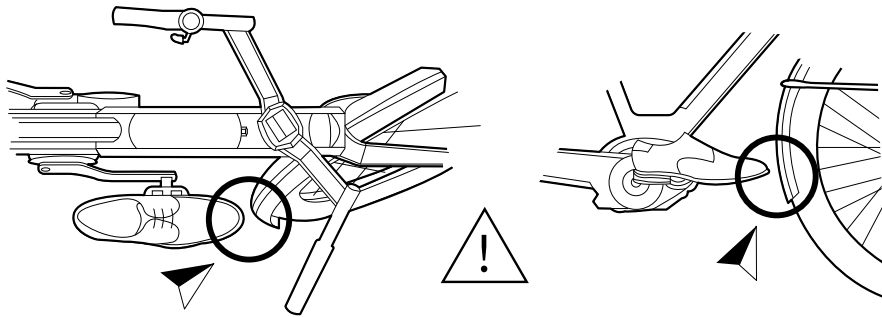

Figura 2. Rischio di contatto tra piede e ruota anteriore
- Su alcune biciclette, soprattutto le misure più piccole, il passo è più breve e la ruota anteriore è vicina ai pedali. Di conseguenza sussiste il rischio di toccare con il piede la ruota o il parafango quando si pedala, soprattutto a basse velocità (Figura 2). Non pedalare quando si ruota il manubrio a bassa velocità. Il livello di rischio dipende dalle dimensioni del piede, dalla misura delle pedivelle, dei pedali e persino dallo pneumatico. Qualsiasi modifica dei componenti può modificare tale distanza e provocare contatti e cadute. Pertanto si consiglia di farsi consigliare dal proprio rivenditore nel caso si desideri sostituire delle parti.